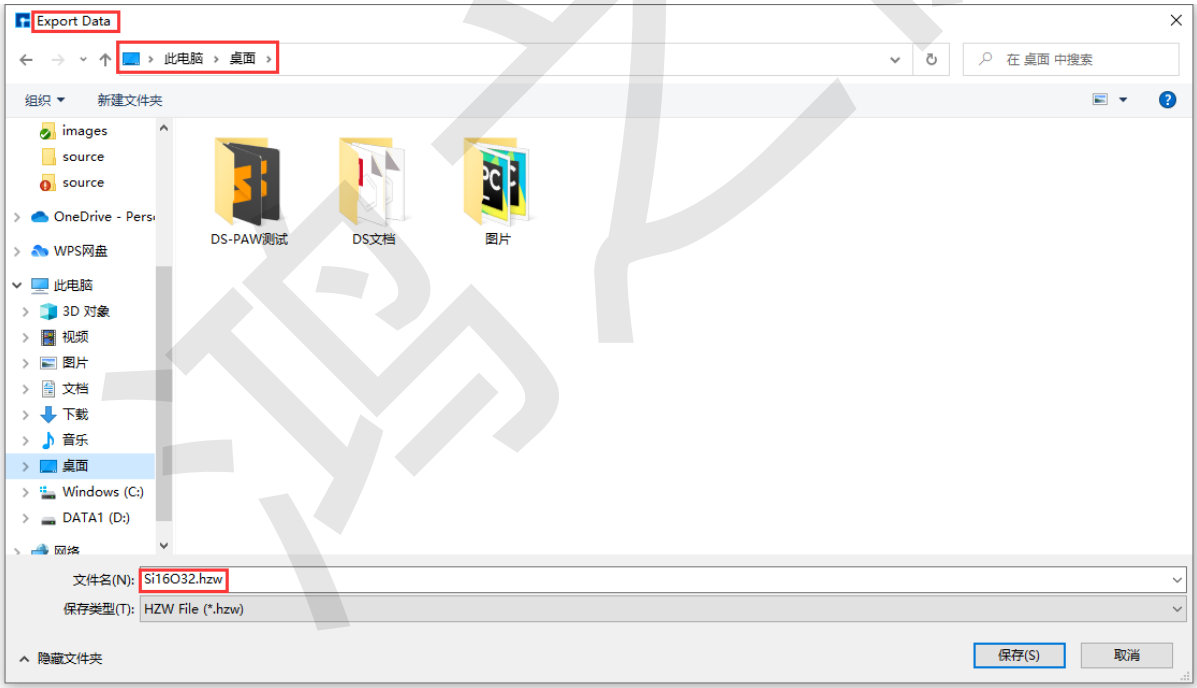

图 7.5: 导出结构文件（.hzw、.xyz、.cif）界面
- *Export Data*：点击后，弹出导出结构文件（.hzw、.xyz、.cif）界面，用户可选择导出文件的格式，可根据需要给结构文件命名，并选择存储位置，如 图 7.5 所示。